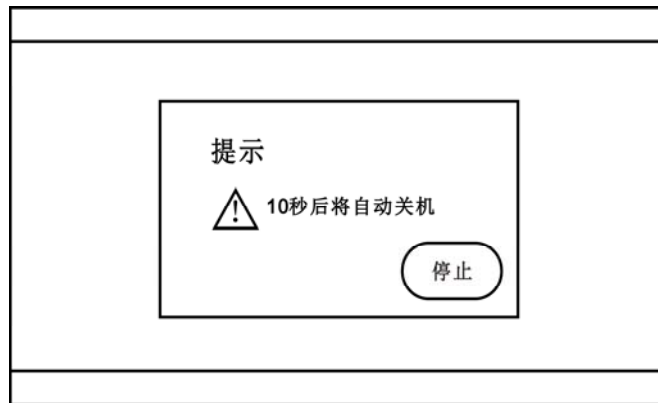

图 7
(2) 关机。在仪器开机状态下，按一下电源键即可关机。在使用仪表时，无操作 15 分钟，会弹出如图 7 页面，提示仪表将关机，点击停止，即可恢复正常操作。